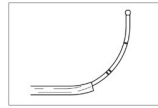

Abbildung 4: Stirnbiegung
- **Stirnhöhlen:** Beim Zugang zum Recessus/Ostium frontalis wird eine große Radiuskurve ähnlich wie bei einer Stirnhöhle-sonde (Abbildung 4) empfohlen.